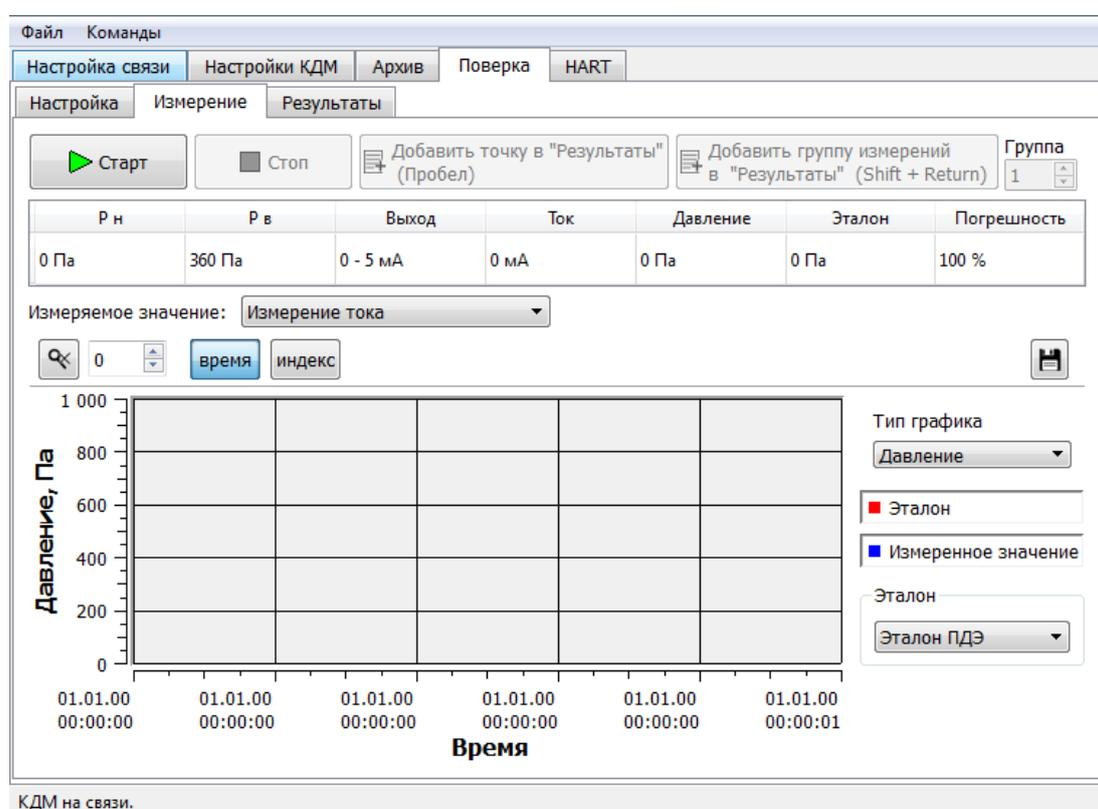

Рис.8 Вкладка «Измерение»
19.3.3.1 Вкладка «Измерение» (Рис.8) используется при поверке и позволяет выполнить следующие действия: